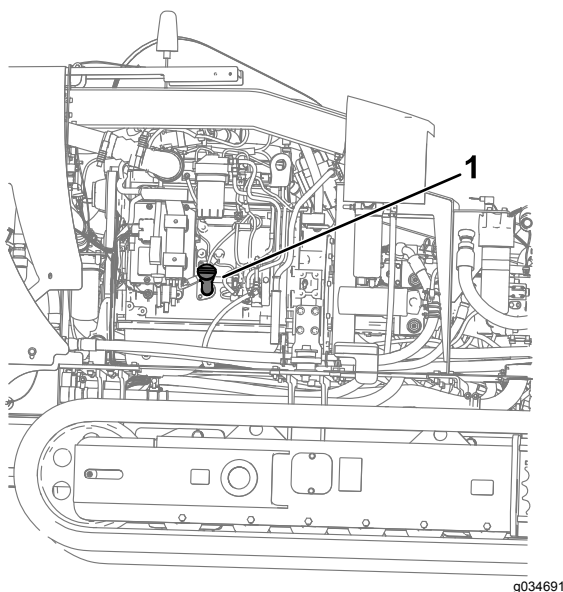

Figura 92
- Retire a tampa do tubo de enchimento (Figura 92) e adicione óleo até o nível alcançar a marca MAX (H). **Não ultrapasse essa marca.**